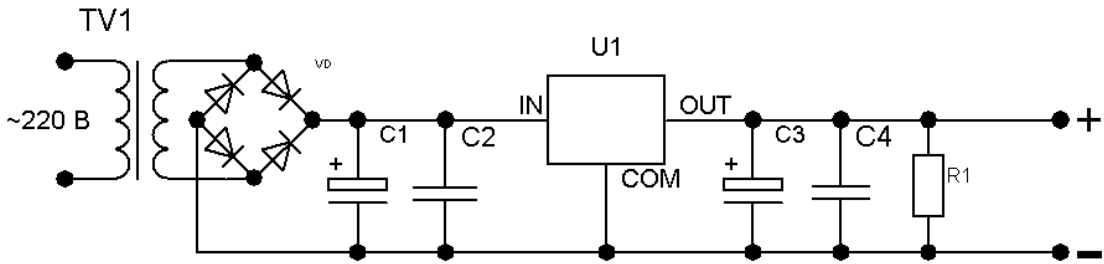
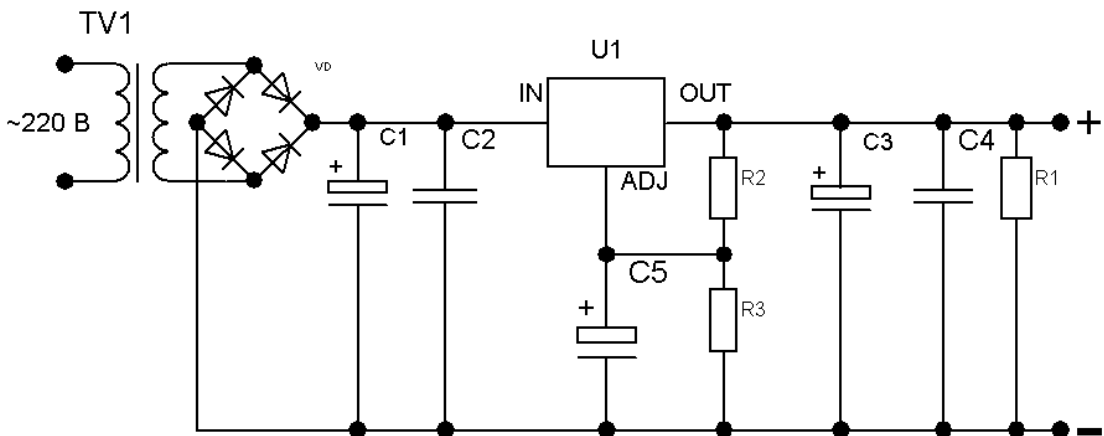

Рис.6
Рис.7
В цепи обратной связи всех стабилизаторов марки LT1083CP, используемых в данном блоке питания, установлены высококачественные конденсаторы Elna Silmic II емкостью 10 мкФ на 35 В (C5 на рис.6).
3.U1 – микросхема стабилизатора: на рис.6 изображена микросхема, обеспечивающая фиксированное значение стабилизированного напряжения на выходе устройства без дополнительных сопротивлений, а на рис.7 – с дополнительными сопротивлениями R2 и R3. Преимущество схемы на рис.7 в возможности установки дополнительного конденсатора C5, обеспечивающего дополнительное подавление пульсаций. Номиналы R2, R3, C5 выбираются согласно спецификации на конкретную микросхему стабилизатора.